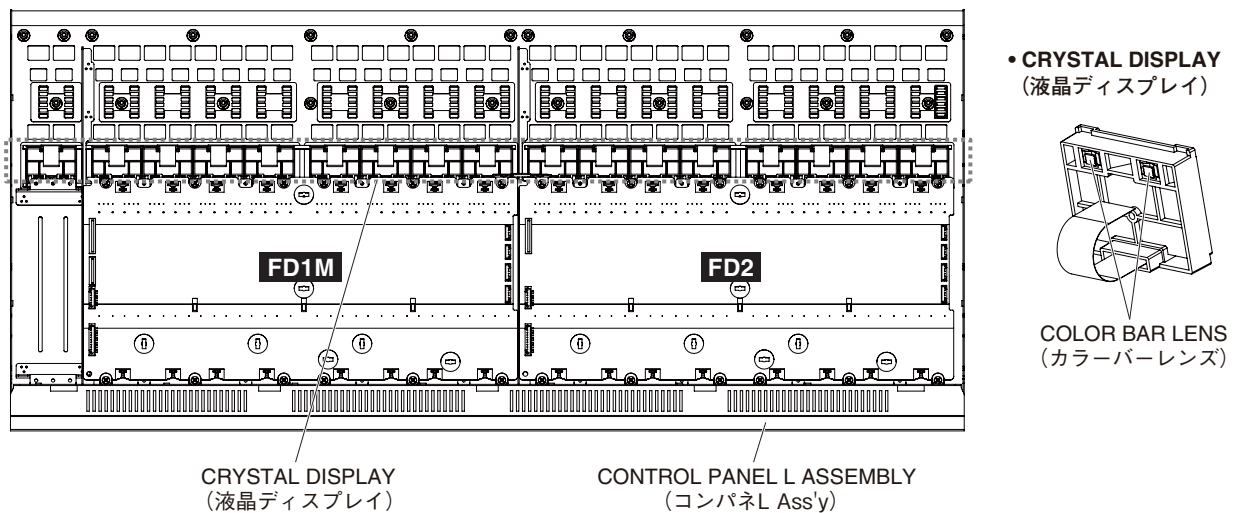

Fig. 17(図17)
- B-13-4 Remove the crystal display. (Fig. 17)
- B-13-5 The crystal display and color bar lens can then be separated. (Fig. 17)
- B-13-4. 液晶ディスプレイを外します。(図17)
- B-13-5. 液晶ディスプレイからカラーバーレンズを外します。(図17)